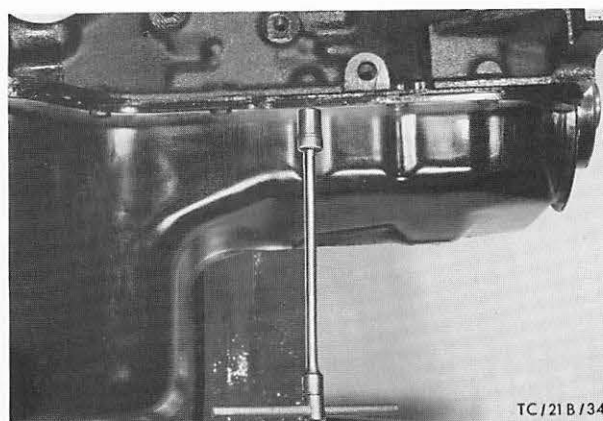

Abb. 86 Ölwanne abschrauben
16. Ölwanne nach unten abbauen, damit kein Ölschlamm und keine Abriebteile in den Motor gelangen, Abb. 86.